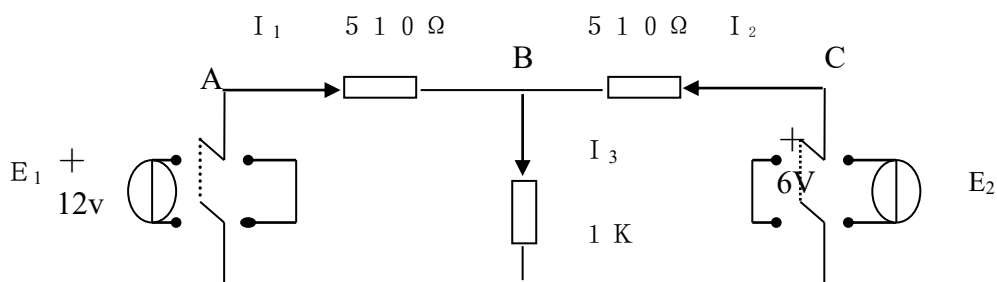

图 2-1
- 1、按实验电路图 2-1 接线,取 $E_1=+12\text{V}$, $E_2=+6\text{V}$ 。